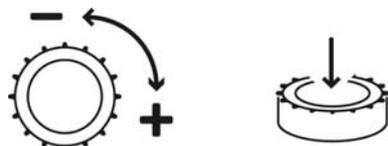

Fig. 11: Accionamento do botão de comando
$n=f(AI)$ (modo de controlo – ver Fig. 11)
- O ecrã LCD indica os estados de funcionamento das bombas, do regulador e do conversor de frequência. A selecção do menu e a introdução de parâmetros são efectuadas através do botão de comando. Para alterar valores ou percorrer um nível de menu, é necessário rodar o botão, e para seleccionar e confirmar, é necessário pressioná-lo (Fig. 11).